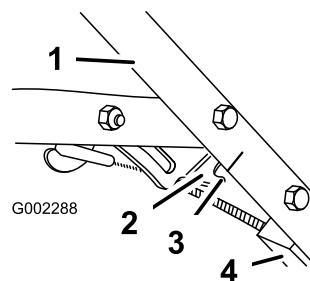

Figure 27
4. Desserrez l'écrou sur le support du câble (Figure 27).